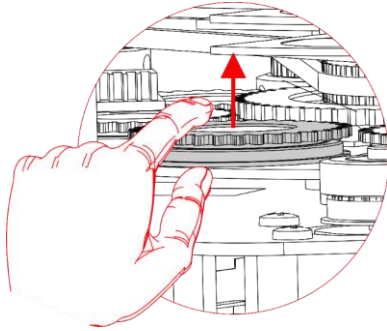
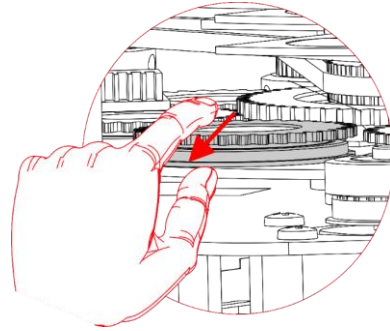

Abb. 14
Abb. 15
- 06) Heben Sie den Gobohalter vorsichtig etwas an und ziehen Sie ihn aus dem rotierenden Goborad heraus, wie in Abb. 14 und Abb. 15 gezeigt.